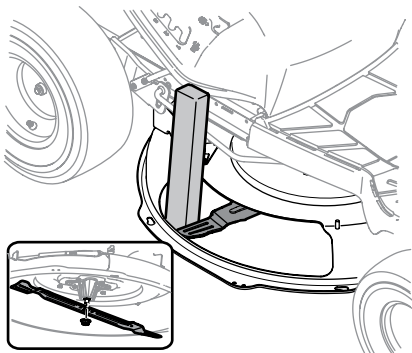

Figura 4-17
2. Use un bloque de madera de 2 x 4, insértelo dentro de la abertura de la plataforma y haga girar la cuchilla hasta que la madera haga cuña entre la abertura de la plataforma y la cuchilla de corte, como se indica en la Figura 4-17.
3. Extraiga la tuerca de brida hexagonal que asegura la cuchilla al montaje del husillo. Vea el recuadro de la Figura 4-17.